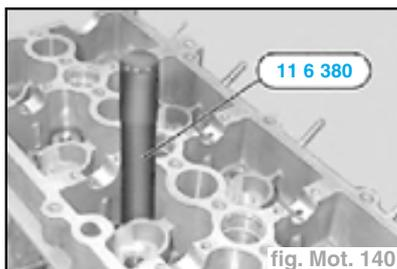

fig. Mot. 140
- Enlever l'outil **11 1 960** et emmancher le joint en butée à l'aide de l'outil avec l'outil **11 6 380** (fig. Mot. 140).